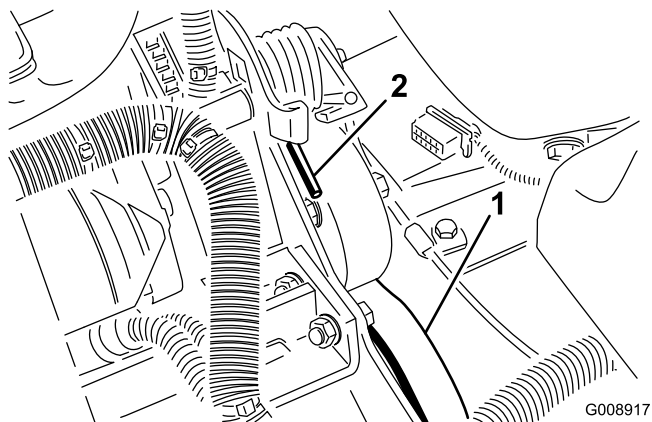

Figura 70
- Empurre a mola para a frente e para trás (Figura 70) para a desprender do apoio e libertar a tensão da mola.